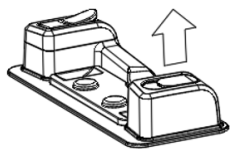

Fig. 5
1. Open the sealing cap (Fig. 5).